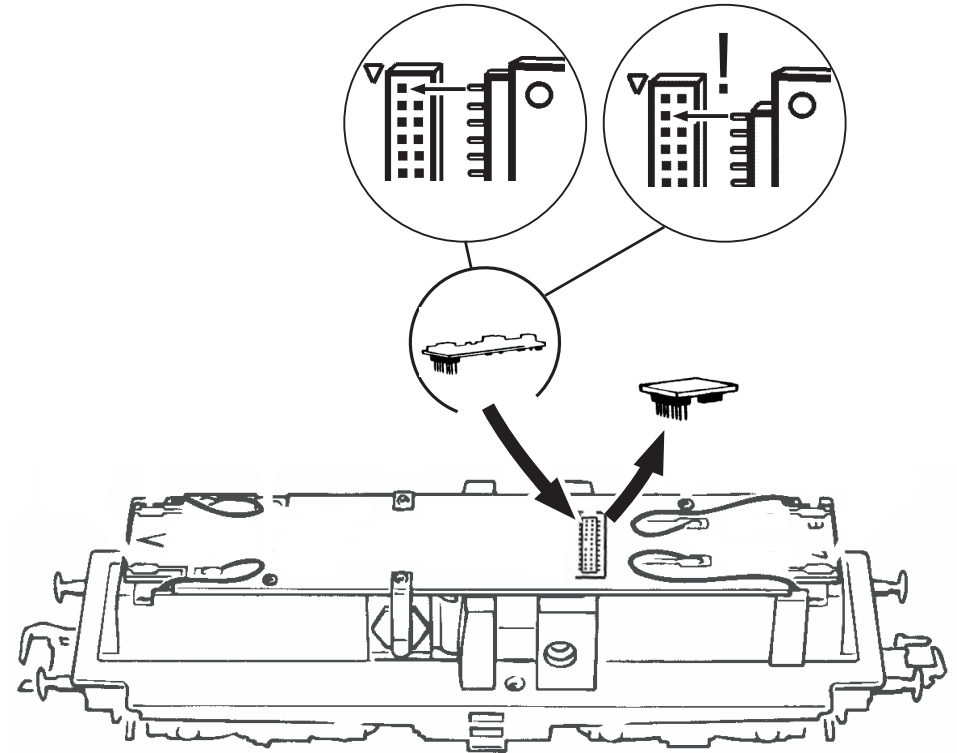
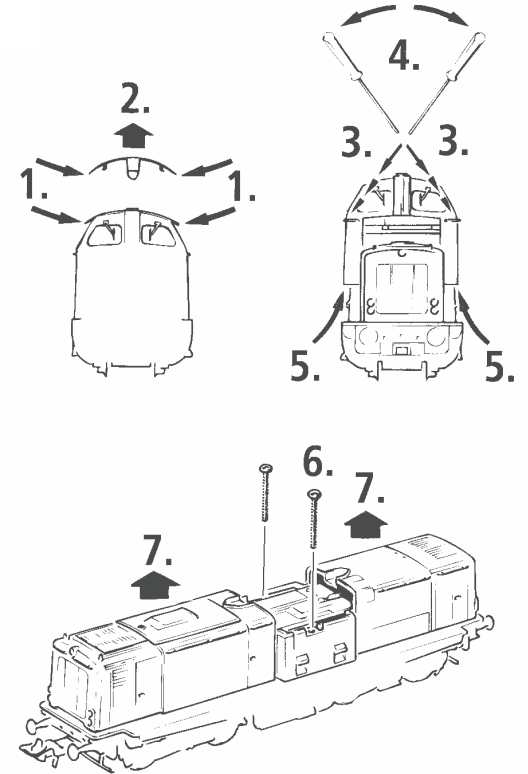

Fig. 8
Fig. 4
1. Reinigung der Radstromkontakte: Radstromkontakte können auf unsauberen Schienen leicht verschmutzen. Entfernen Sie **vorsichtig** mit einem kleinen Pinsel **den Schmutz** an den in Fig. 8 gekennzeichneten Stellen.
3. Haftreifenwechsel: Zuerst die Drehgestellblende abnehmen (Fig. 4). Danach den **Radsatz** herausnehmen und die **Haftreifen** mit einer Nadel od. mit einem feinen Schraubendreher abziehen (Fig. 8). Beim Aufziehen der neuen Haftreifen darauf achten, dass diese sich nicht verdrehen.
1. Cleaning of wheel contacts: Wheel contacts easily get dirty on tracks which are not entirely clean. Use a small brush to **remove dirt** from spots marked in fig. 8.
3. Change of traction tyre: Remove the bogie blind (fig. 4). Take out **wheel set** and remove **traction tyre** using a pin or a fine screwdriver (fig. 8). When pressing on the new traction tyre please **avoid twisting it**.
1. Nettoyage des lames de courant aux roues: Les lames de contacts risquent de s'encrasser rapidement sur des voies poussiéreuses. Veuillez **enlever la poussière** aux endroits marqués à la fig. 8 à l'aide d'un petit pinceau souple.
3. Échange des bandages d'adhérence: Démontez d'abord **les flancs de bogies** des engrenages (fig. 4). Délogez ensuite les essieux bandagés et enlevez, à l'aide d'une aiguille ou d'un tourne vis fin, les bandages d'adhérence (fig. 8). Lors du montage des nouveaux bandages veuillez veiller à ce que les bandages **ne soient pas tordus**.